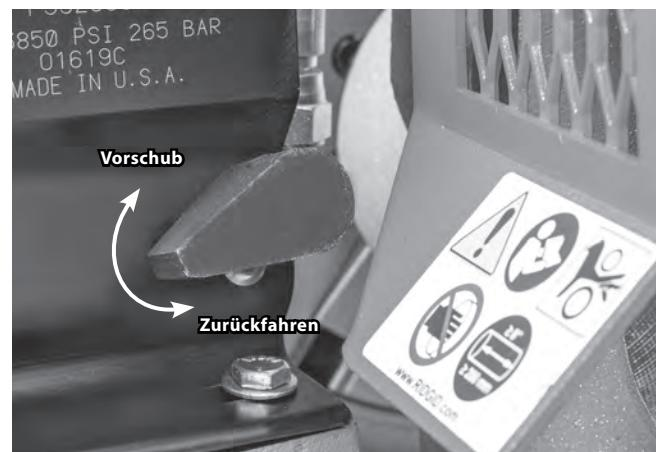

Abbildung 11 - Position des Pumpenfreigabe-Hebels
- Um die Nutrolle zurückzufahren, bewegen Sie den Pumpengriff in die Zurückfahrposition. *Siehe Abbildung 11*.